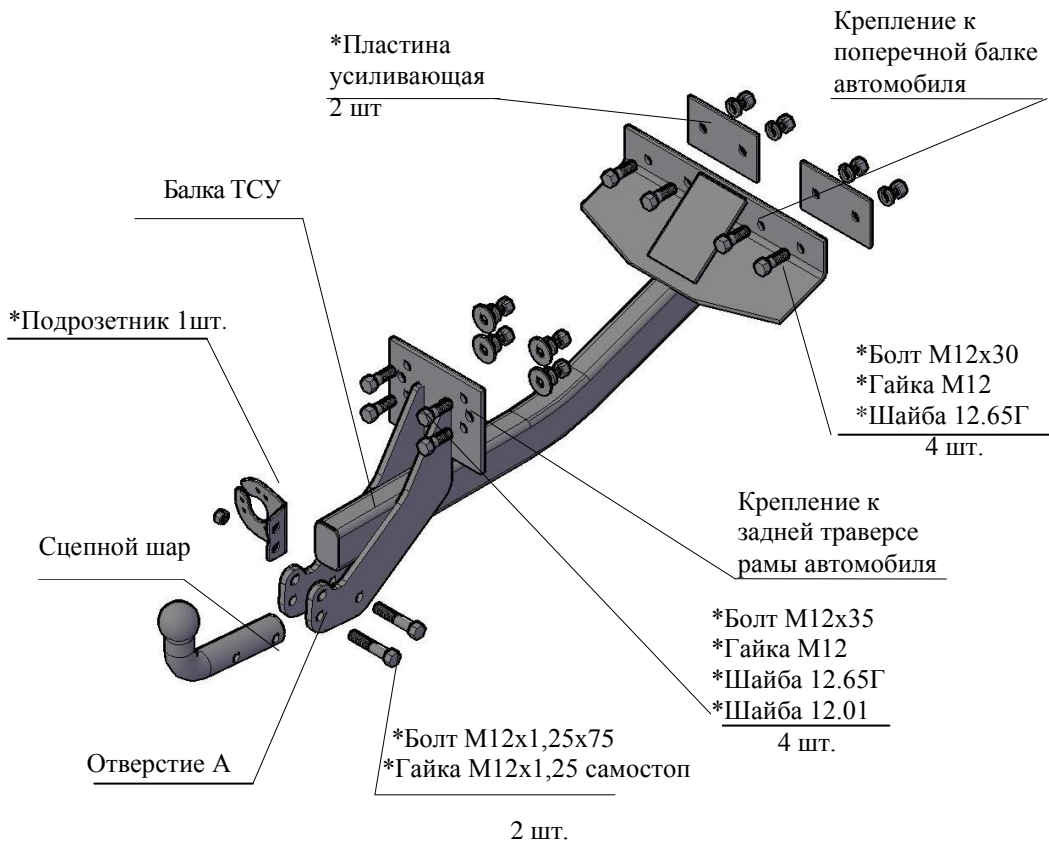

РИС.1 Тягово-сцепное устройство ТСУ 3163.01.
2.1 ТСУ 3163.01.C в сборе (рис.1)	1 шт.
2.2 Пакет с комплектующими (см. рис.1)	1 шт.
4.2 Закрепить передний кронштейн ТСУ четырьмя болтами М12х30 и гайками М12 на поперечной балке автомобиля в соответствии с рис.1, используя существующие технологические отверстия и подложив под гайки усиливающие пластины и шайбы 12.65Г, крепеж не затягивать..